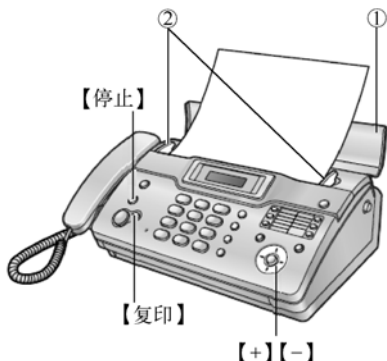

图 3-29 传真机的复印操作
（1）打开送稿盘，然后将文稿引导板（②）的宽度调节至配合文稿的实际尺寸如图 3-29 所示。